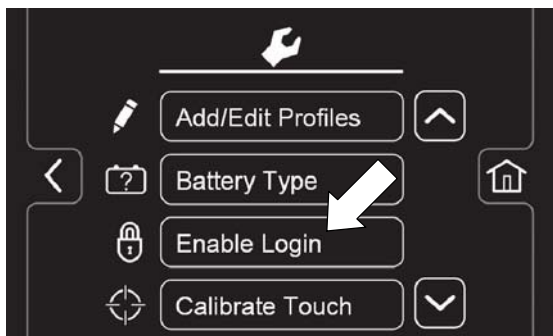

РИС. 147
8. Для разрешения пользователю входа нажмите на кнопку "Разрешить вход" (Рисунок 147). Название кнопки изменится с "Разрешить вход" на "Запретить вход". Это позволит запретить вход по логину-номеру, как описано в шаге 13.